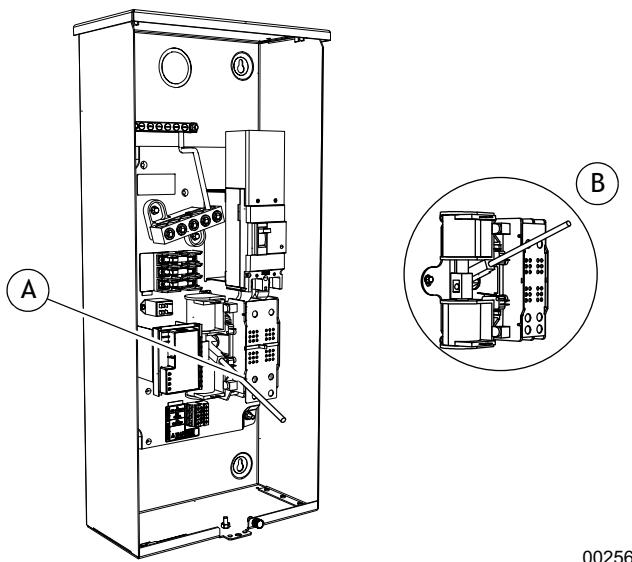

Рисунок 3-10. Стандартная работа переключателя питания в ручном режиме
4. См. **Рисунок 3-10.** Рукояткой ручного переключения (A) внутри переключателя питания установите главные контакты в положение STANDBY (РЕЗЕРВНЫЙ) (B). Надлежащий порядок действий описан в руководстве по эксплуатации переключателя питания.
6. См. Рисунок 3-10. Снова вручную переведите переключатель питания в положение MAINS (СЕТЬ) (A). Надлежащий порядок действий описан в руководстве по эксплуатации переключателя питания.